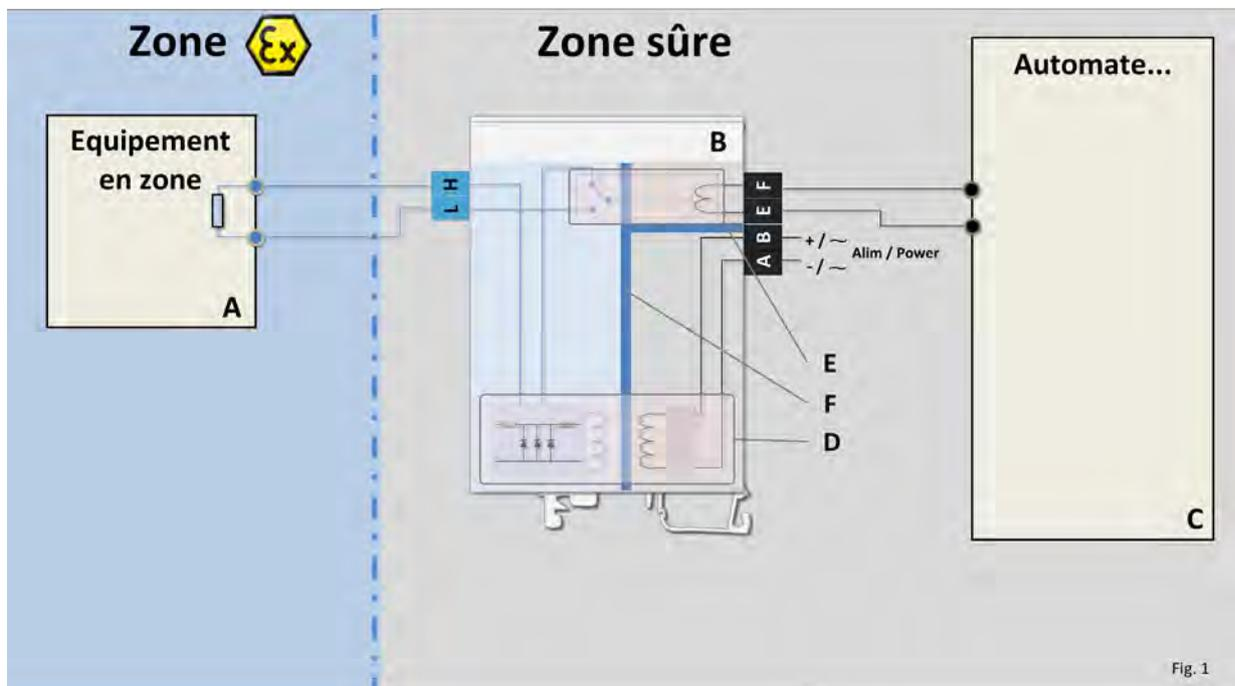

Fig. 1
La figure 1 présente une barrière à isolement galvanique (B) qui alimente un équipement quelconque (A). Cette barrière est pilotée par l'automate (C).
Sur la figure 1 l'isolement galvanique de la barrière (F) est représenté en bleu. Il n'y a électriquement aucun lien entre le circuit de l'équipement (A) et l'automate (C).
- Le transformateurs de sécurité (D)
Il n'est pas représenté sur la figure 1. Ce composant permet de transférer des informations du circuit de sécurité intrinsèque à la partie conventionnelle du circuit tout en conservant l'intégrité de l'isolement galvanique.